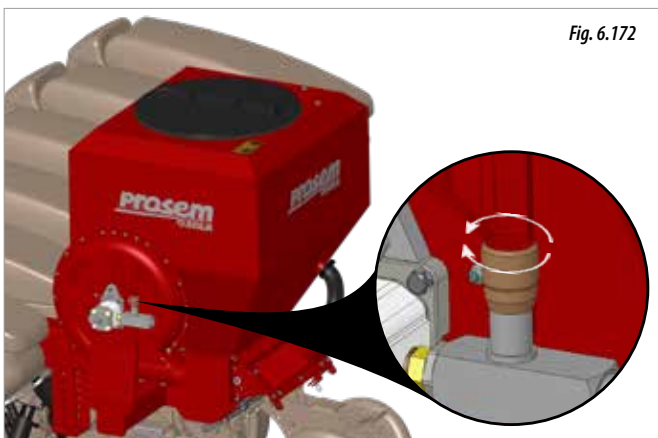

Fig. 6.172
JEŚLI PRĘDKOŚĆ OBROTOWA NIE MOŻE BYĆ REGULOWANA Z CIĄGNIKA, NALEŻY USTAWIĆ PRĘDKOŚĆ OBROTOWĄ TURBINY ZA POMOCĄ REGULATORA PRZEPŁYWU (FIG. 6.172).
**1-** Otwórz przepustnicę znajdującą się na turbinie w maksymalnym ustawieniu (Fig. 6.172).